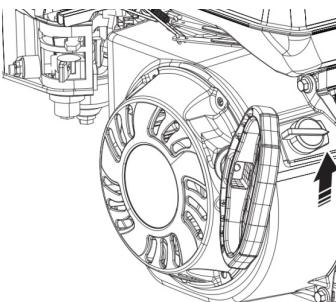

Рис. 34
зажигания вверх, в положение «OFF» - «ВЫКЛЮЧЕНО» (Рис.34).
- Поверните выключатель зажигания в положение «OFF» (Выключено) (рис. 34).